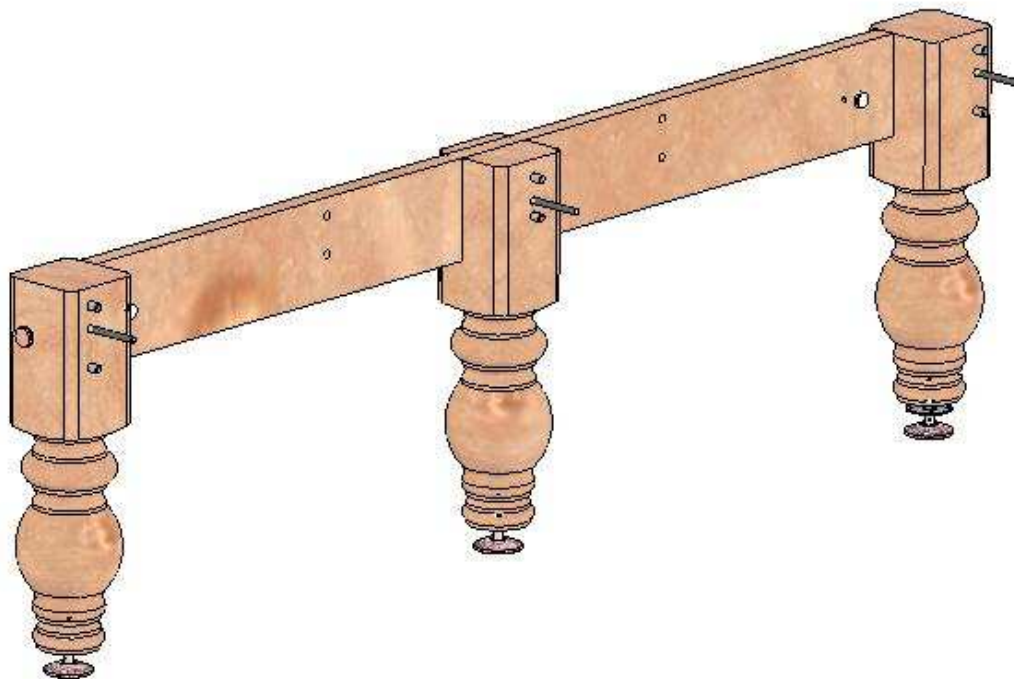

Рисунок 6.22
1. Установите длинные царги на опоры, закрепите их стяжными болтами, (или уголками, в зависимости от конструкции). Болт или саморезы полностью не затягивать (рис.6.22).